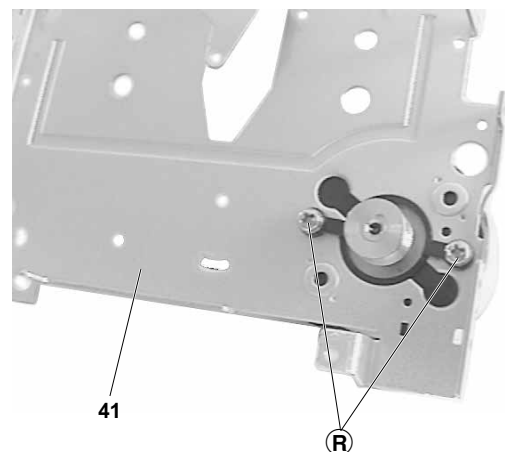

Fig. 11
- 2 Schrauben (R) herausdrehen, den Motor aus der Führung herausnehmen und ablöten (Fig. 11).
- Undo 2 screws (R), take the motor out from the guide and unsolder it (Fig. 11).